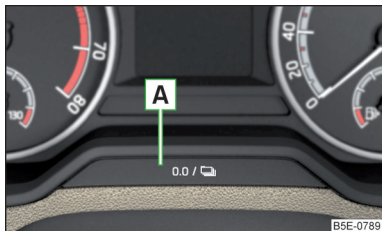

Abb. 38
Der Zähler kann durch Antippen der Taste **A** » Abb. 38 auf Seite 50 bzw. im Infotainment im Menü **CAR** /  →  → **Kombi-Instrument** zurückgestellt werden.
- › Die Taste **A** » Abb. 38 gedrückt halten, bis im Display der Menüpunkt **Uhrzeit** angezeigt wird.